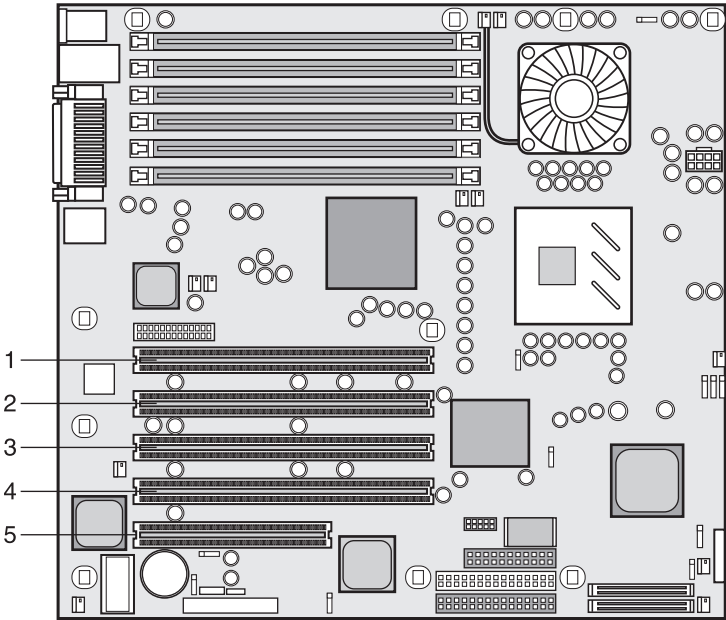

图 2-21：附件插槽
7. 找出要使用的附件插槽号。请参阅图 2-21。（ZCR RAID 卡必须插入绿色 PCI 插槽 2 中 ）